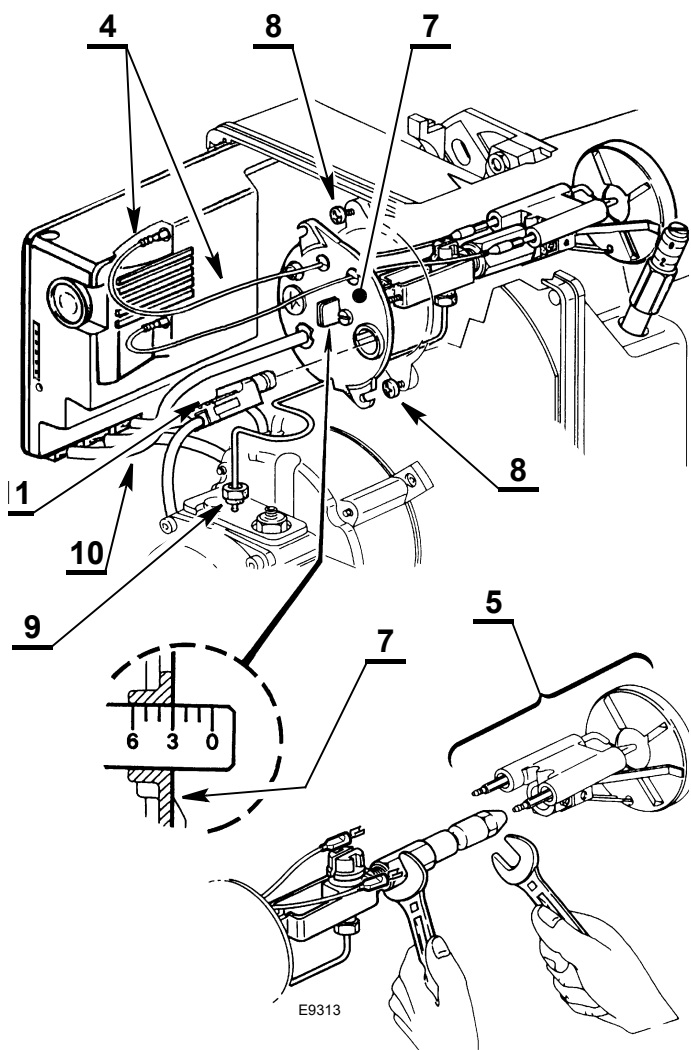

Рис. 11
#### 1-й способ (Рис. 11):
- отсоедините кабели 4) (Рис. 11) от автомата, датчик пламени 11) и открутите гайку 9) от насоса.
#### 2-й способ (Рис. 11):